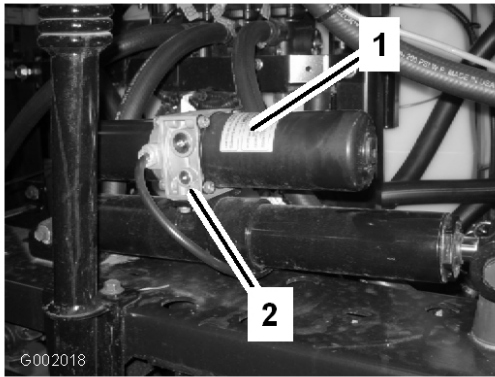

Bild 60
1. Ermitteln Sie das manuelle Überdruckventil am Aktuator jedes Spritzgestänges. Das manuelle Überdruckventil ist das kleinste Ventil. Es befindet sich nur an einer Seite des Aktuators (Bild 60).